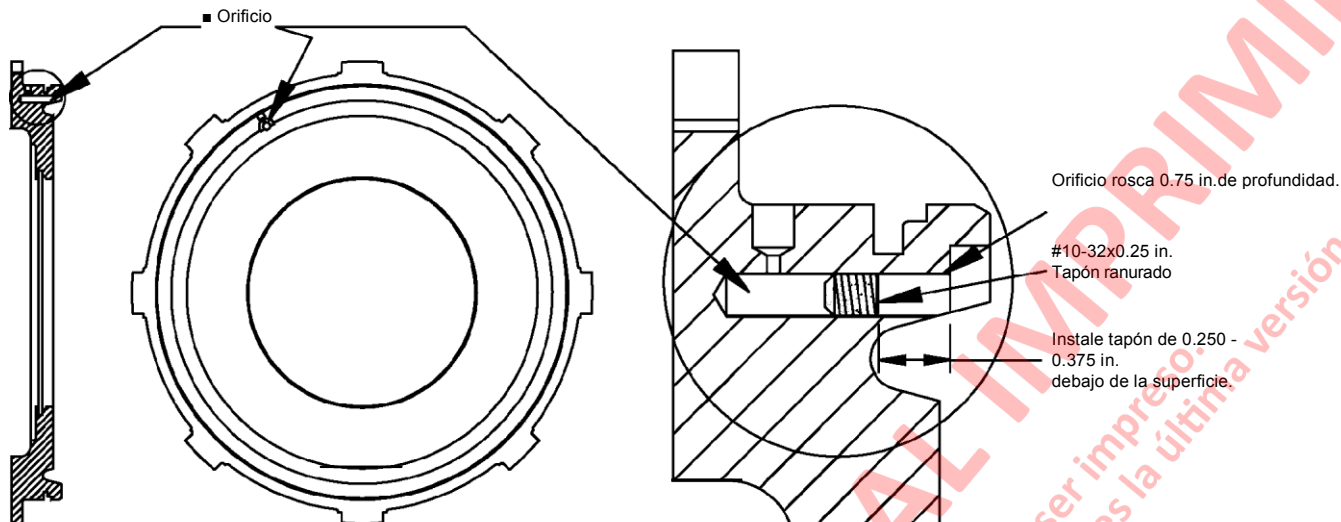

FIGURA 7-35. PISTÓN RE-TRABAJADO
6. Revise por si el pistón tiene el orificio taladrado en la cara interior. Si el pistón contiene el orificio, modifique el pistón como se muestra en la Figura 7-35.
7. Inspeccione el cubo del embrague (29) por si presentara desgaste. Las marcas de desgaste que pueda haber en los dientes no deben restringir el movimiento de la placa. Si tienen rampas de entrada y salida suaves, las muescas no restringirán el movimiento de la placa y el cubo del embrague se puede reutilizar.
8. Revise las placas de acero (31) por si presentaran desgaste. Las placas deben estar suaves y libres de ranuras o daños relacionados con el calor. Las placas tienen un espesor mínimo de 3.07 mm (0.121 in.) cuando son nuevas y deben ser planas dentro de 0.13 mm (0.005 in.).
9. Inspeccione las placas frontales (30). El espesor mínimo para las nuevas placas frontales es de 2.77 mm (0.109 in.). Las ranuras tienen 0.15 mm (0.006 in.) de profundidad. Las placas deben estar planas dentro de 0.13 mm (0.005 in.). Revise los dientes por si presentaran desgaste excesivo. Cuando están nuevas, el espacio entre los dientes es aproximadamente de 7.11 mm (0.280 in.).